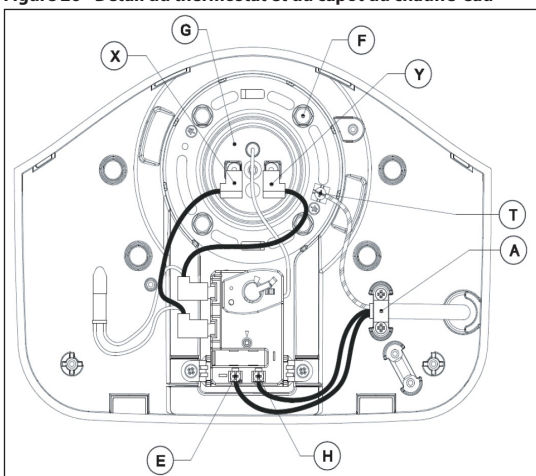

Figure 27 - Détail du capot du chauffe-eau ouvert
- Retirer la plaque du capot avant. Débrancher les bornes X, Y et T. Voir Figure 27.
- Dévisser les quatre (4) écrous de fixation de la résistance chauffante (Figure 27, F).
- Retirer la résistance (Figure 27, G).